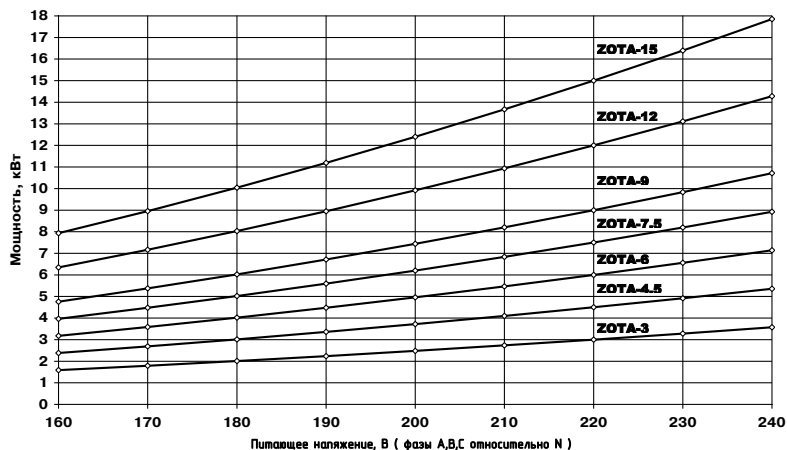

Рис.11 График изменения мощности электроводонагревателя в зависимости от питающего напряжения
1.3. Электроводонагреватель предназначен для работы в 3-х фазных сетях переменного тока напряжением 380 В, частотой 50 Гц с глухозаземленной нейтралью. Номинальное напряжение между нулем и каждой фазой 220В ± 10% т.е. от 200В до 240В. Электроводонагреватель ZOTA-3, ZOTA-4.5, ZOTA-6, ZOTA-7.5, ZOTA-9 можно использовать для работы в трехфазной 380В, и однофазной 220В, сетях переменного тока, частотой 50Гц. Номинальное напряжение между нулем и питающей фазой при однофазном подключении 220В ± 10% т.е. от 200В до 240В. Электроводонагреватель сохраняет работоспособность в диапазоне питающих напряжений от 160 до 240 В, что достигается использованием импульсного источника питания. При питании пониженным напряжением мощность водонагревателя значительно снижается (см. приложение 3, Рис.11).